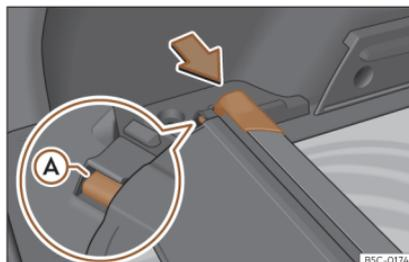

Fig. 122 En el maletero: alojamiento para guardar la bandeja enrollable.
- Presione el cabezal de la bandeja enrollable en el sentido de la flecha hasta encajarlo en el alojamiento previsto para tal uso »» fig. 122. Asegúrese de que el patín  encaja en el alojamiento correspondiente.